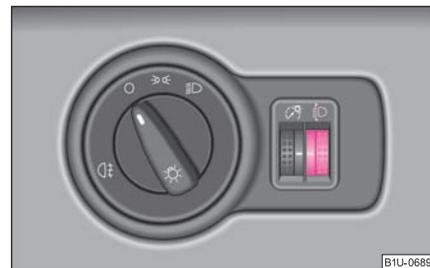

Fig. 48 Tableau de bord: Réglage de la portée des phares
- Tournez le régulateur ⇒ fig. 48, jusqu'à ce que les feux de croisement soient réglés de manière à ne pas éblouir les autres usagers de la route.